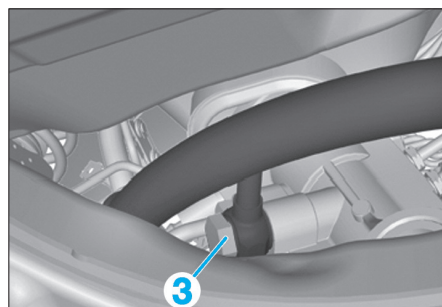

FIG. 20
- la vis (3) (taille 19mm) de la conduite sous pression (Fig.20),